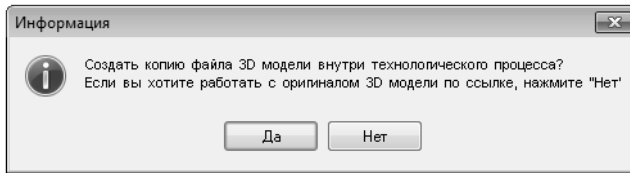

Рис. 1.4.
5. В появившемся сообщении с запросом (рис. 1.4) выберите способ подключения модели. Если в дальнейшем модель не будет подвергаться конструктивным изменениям, то лучше создать копию файла модели внутри техпроцесса. В этом случае вам не придется заботиться о том, чтобы файл модели не был перемещен или удален. Если в модели детали возможны изменения, имеет смысл подключить ее как ссылку, тогда все изменения будут передаваться в ТП автоматически.